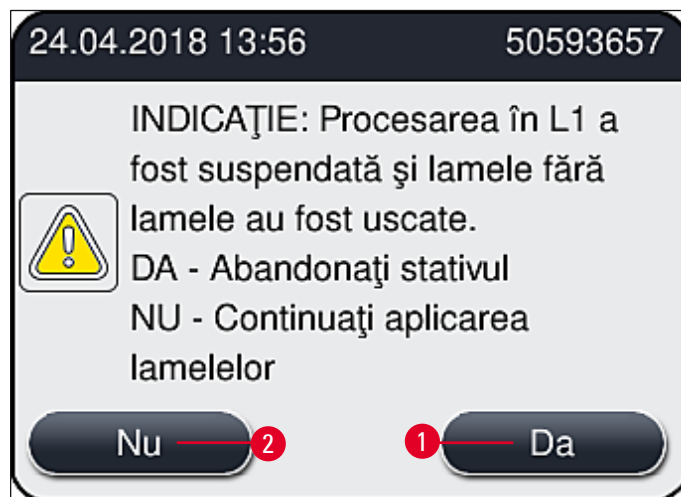

Fig. 111
9. Instrumentul realizează o scanare a nivelului de umplere. Utilizatorul primește un mesaj de informare la finalizarea verificării (→ Fig. 111).